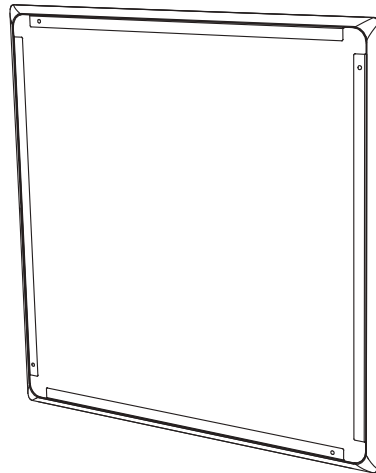

Fig. 19. Install the paint mask
- 2. Druk het verfmasker in de voorkant van het achterste blik, waar het door magneten op zijn plaats wordt gehouden. Dit masker wordt op zijn plaats gelaten terwijl het plafond en de omlijsting van het frame worden geverfd (Afb.19).